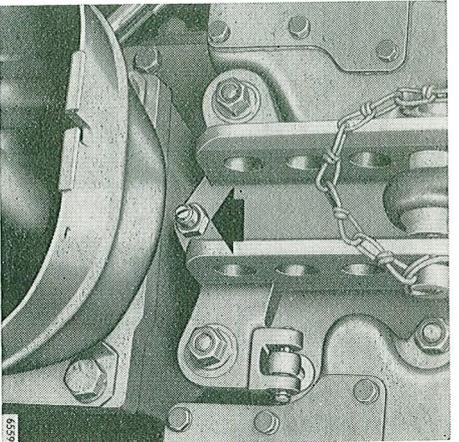

Fig. 37. Vis de butée de l'attache du troisième point.
**Le réglage de la position seulement** peut être obtenu en bloquant l'attache du troisième point à l'aide d'une vis de butée, placée tout à fait en bas sur cette attache. Voir fig. 37. Dans la pratique, on peut également obtenir le réglage de la position seule, lorsque le troisième point est placé dans le trou le plus haut de l'attache.